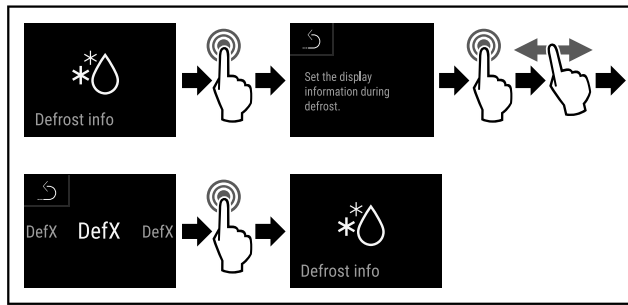

Fig. 135
- ▶ Efectuați pașii de acțiune (vezi Fig. 135).